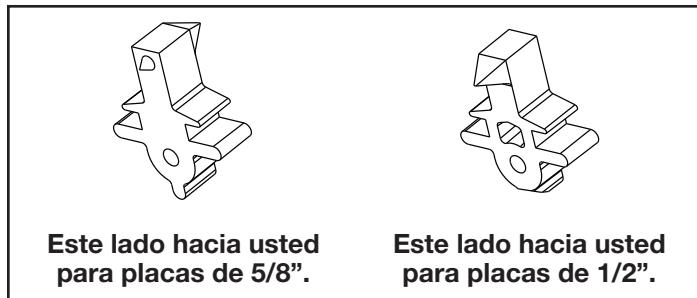

Figura 27. Orientación de los listones
- Según el tamaño de placa (5/8" o 1/2"), determine qué lado del listón mirará hacia usted (consulte la Figura 27).